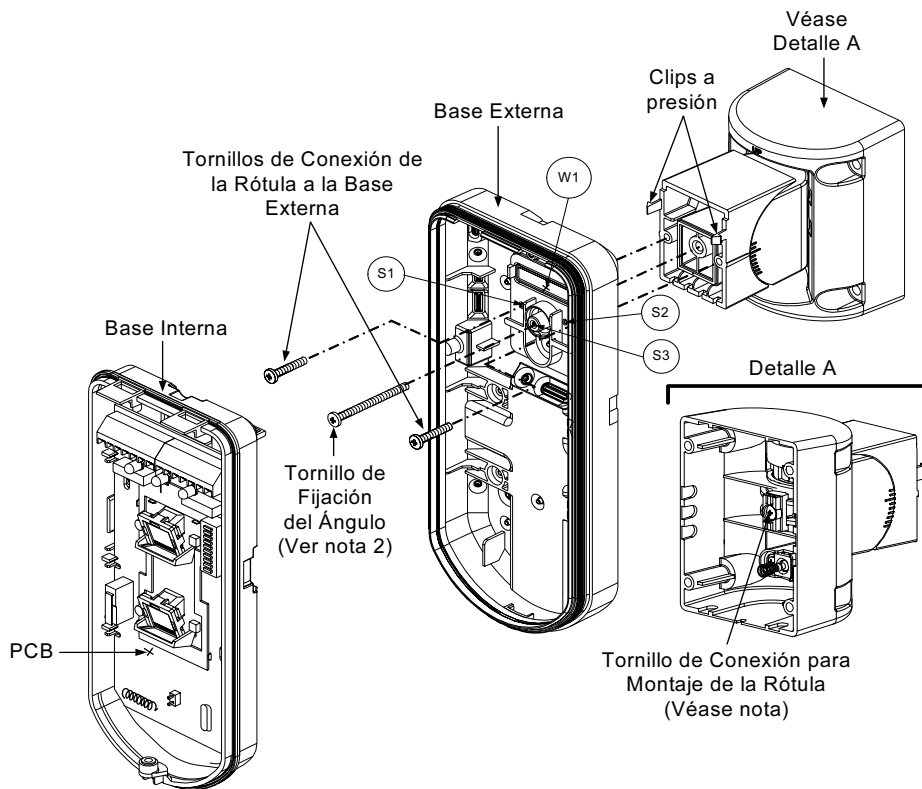

Figura 7
5. Fije la base externa a la rótula con 2 tornillos fijados a través de los agujeros pre-marcados S1 y S2 (Figura 7).
6. Inserte el tornillo de fijación del ángulo suministrado, desde la base externa a través del agujero pre-marcado del tornillo de fijación del ángulo S3 en la base externa, hasta la rótula estándar (Figura 7).
Cuando las marcas en las dos partes móviles están alineadas (Figura 7), la Rótula Estándar está en la posición vertical / horizontal de 0°. Cada "clic" desde esta posición representa un desplazamiento de 5° en la posición vertical / horizontal.